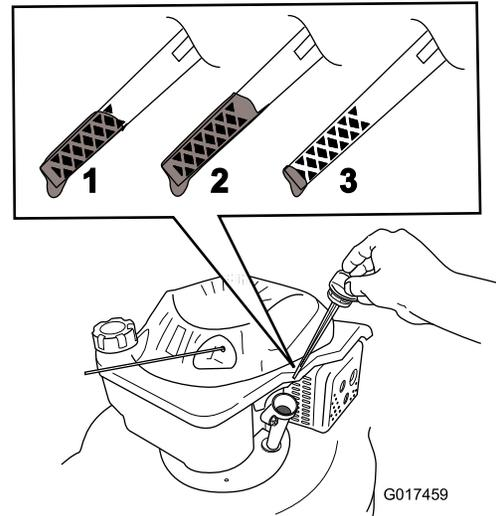

Figura 35
**Nota:** Llene el cárter con aceite hasta que la varilla indique que el nivel del aceite del motor es correcto, según se muestra en Figura 35. Si usted llena